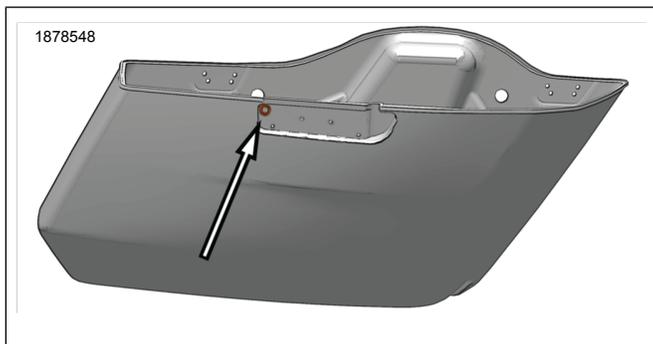

Figure 2. Emplacement du perçage du trou supérieur de la sacoche
1. Voir la Figure 2. Percez le passage du fil de sacoche supérieur.